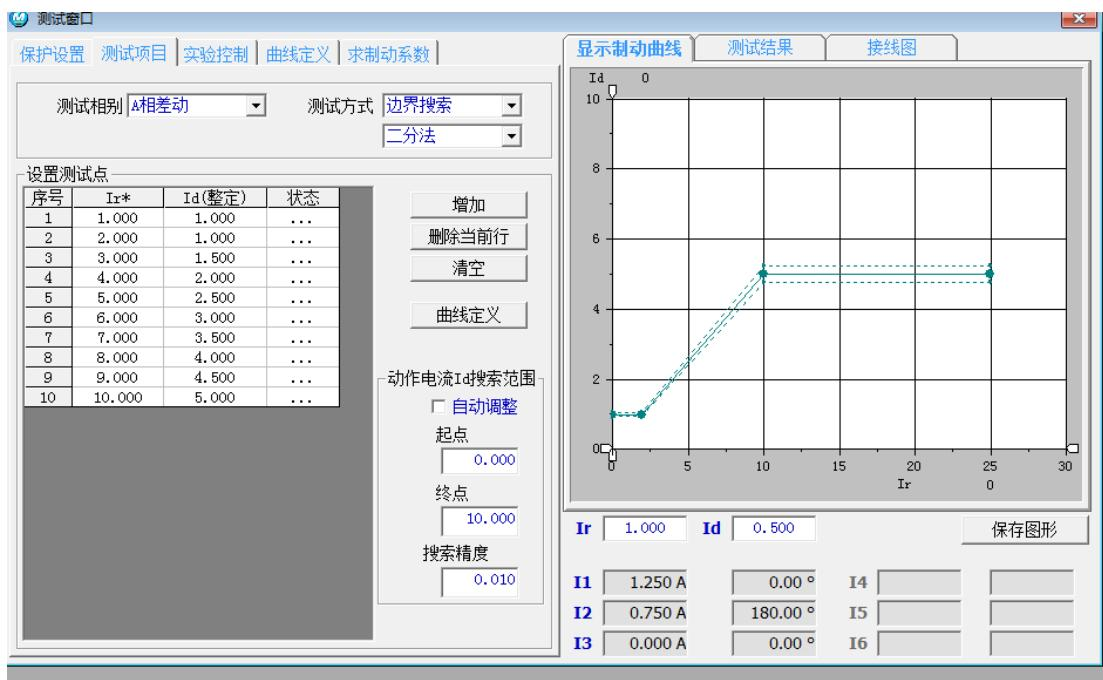

图 3.5.1-4
4、搜索精度：应根据要求调整。有名值时，一般设置要大。标幺值时，一般设置要小。如图 3.5.1-4